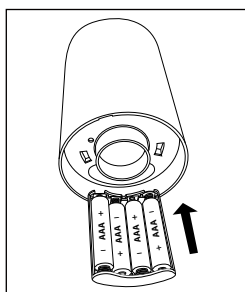

Rys. 2
7. Ponownie włóż pokrywkę wnętrza na baterie **13**. Obróć pokrywkę wnętrza na baterie **13** w prawo, w kierunku lock , aż obydwa oznaczenia   znajdą się na tej samej wysokości pokrywka wnętrza na baterie **13** słyszalnie się zatrzaśnie (patrz rys. 2).